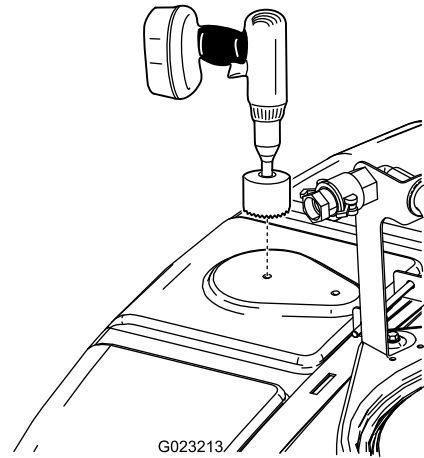

Figura 15
2. Localize o local frontal na parte superior do depósito como se mostra na Figura 15.
3. Utilize uma broca de 9 cm para fazer um furo na marca de perfuração (Figura 15).